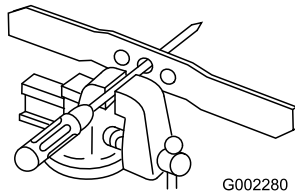

Bild 29
1. Prüfen Sie die Auswuchtung des Messers, indem Sie das mittlere Loch im Messer über einen Nagel oder einen Schraubenzieherschaft hängen, den Sie horizontal in einen Schraubstock einklemmen (Bild 29).